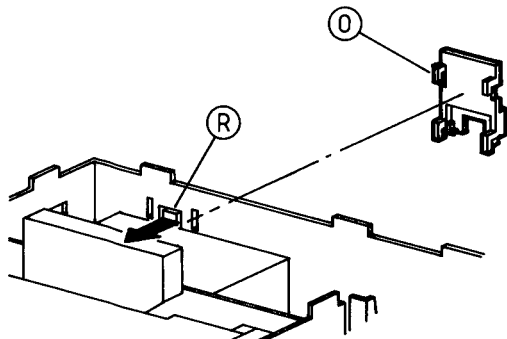

Fig. 8
- Netzkabelhalter (O) entfernen. Dazu Rastnase (R) lösen, Netzkabelhalter nach oben schieben und herausnehmen (Fig. 8). Anschließend Netzkabel ausstecken.
- Remove the holder of the mains cable (O). For this loosen the locking catch (R), push the holder of the mains cable upwards and take it out (Fig. 8). Afterwards unplug the mains cable.